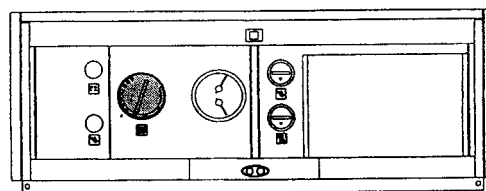

Рис. 4.3
- установите требуемую температуру срабатывания регулирующего термостата котла (рис. 4.3). Эта операция не требуется, если котел управляется от регулятора комнатной температуры;